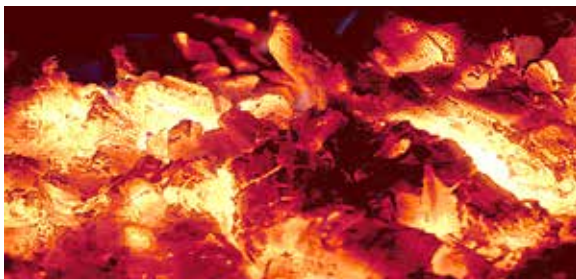

Abb.: 11
- Regeln Sie den Drehgriff auf die Stellung „Reduzierte Nennheizleistung“, sobald ein flammenarmes Glutbett vorhanden ist (Abb.: 11).